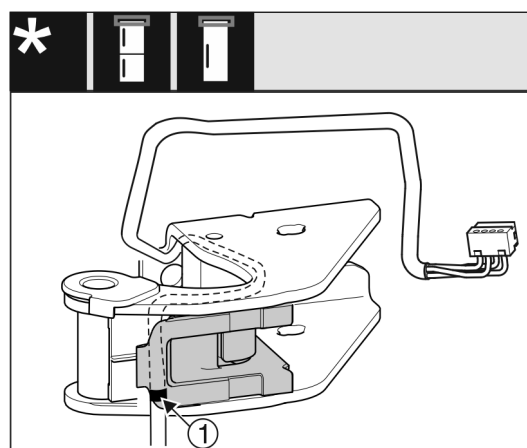

Fig. 19
- ▷ Środkowe oznaczenie musi się znajdować na krawędzi mocowania kabla Fig. 19 (1).